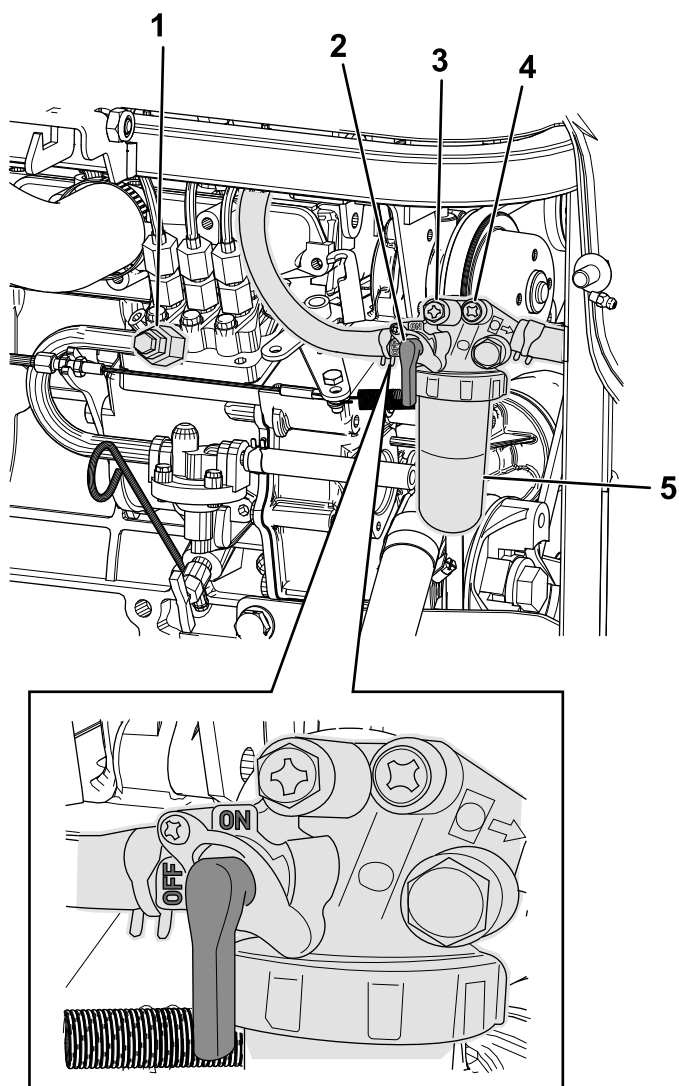

Figure 59
7. Vérifiez que le levier du filtre à carburant est en position OUVRETE (Figure 59).
8. Desserrez la première vis de purge sur la pompe d'injection (Figure 59).
10. Quand le carburant commence à s'écouler, serrez la première vis de purge d'air (Figure 59).
11. Desserrez la deuxième vis de purge sur la pompe d'injection (Figure 59).
13. Quand le carburant commence à s'écouler, serrez la deuxième vis de purge d'air (Figure 59).
7. Tournez le levier du robinet d'arrivée de carburant à la position OUVERTE (Figure 59).